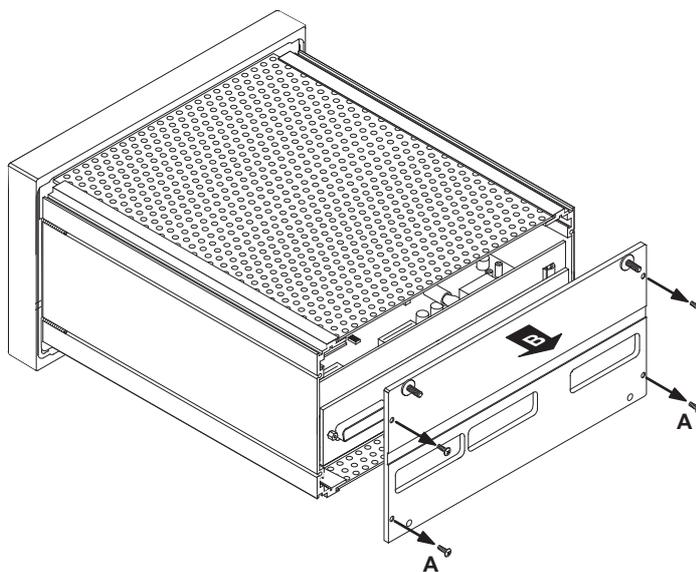

Bild D 8-24: Entfernen der Abdeckung auf der Rückseite
7. Lösen Sie auf der Rückseite die vier Befestigungsschrauben und nehmen Sie die Abdeckung ab (siehe Bild D 8-24).